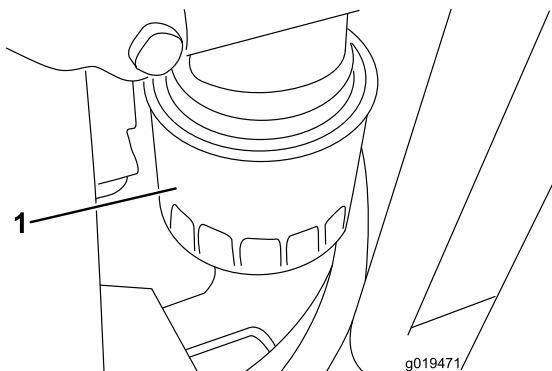

Figura 58
2. Retire el filtro de aceite (Figura 58). Aplique una capa ligera de aceite limpio al filtro nuevo antes de enroscarlo. No apriete demasiado.